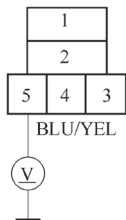

图 5-125 测量风扇控制继电器 5P 插座的 5 号端子与车身搭铁之间的电压
3) 将点火开关置于 ON (II) 位置。
4) 如图 5-125 所示, 测量风扇控制继电器 5P 插座的 5 号端子与车身搭铁之间的电压, 检查是否为蓄电池电压。如果不是, 转到步骤 9); 如果是, 进行下一步检查。